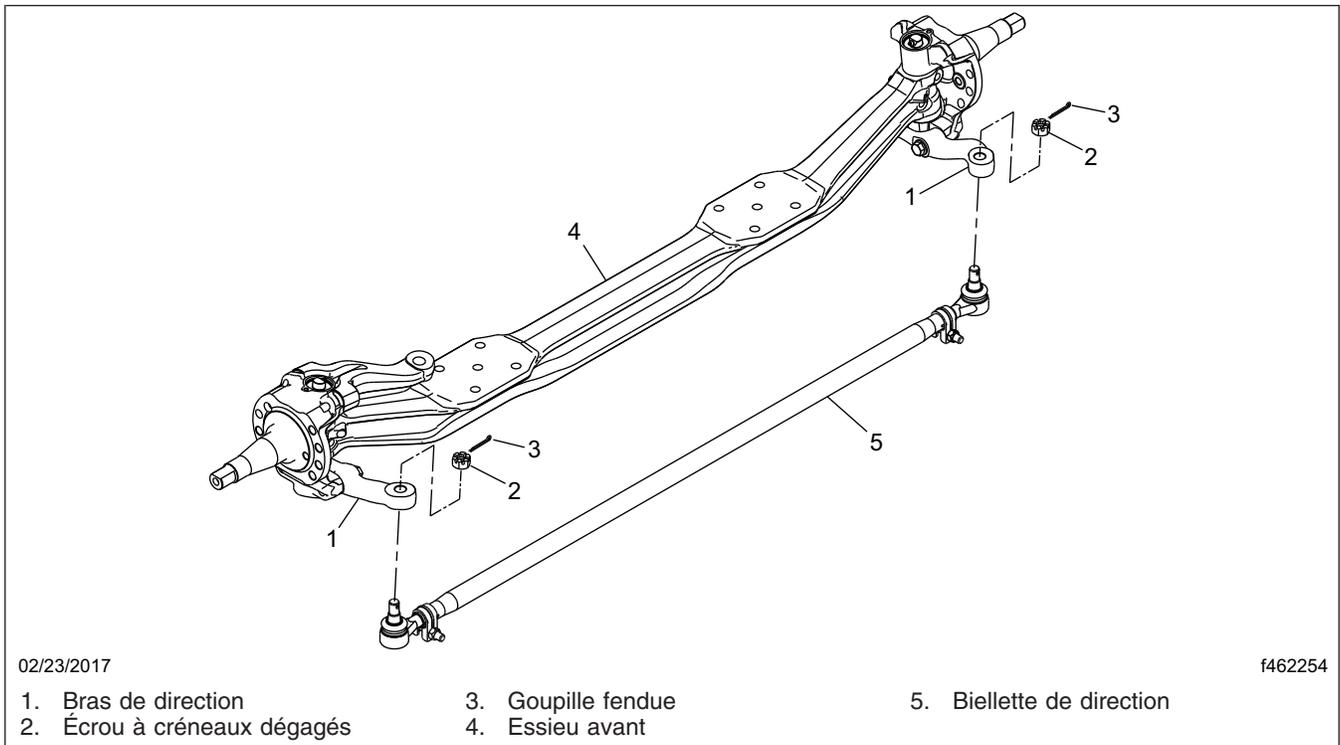

Fig. 1, Ensemble de biellette de direction
7. Séparez la biellette de direction du bras de la biellette de direction. Reportez-vous à la **figure 1**. Retirez la biellette de direction du véhicule, puis mettez-la au rebus.